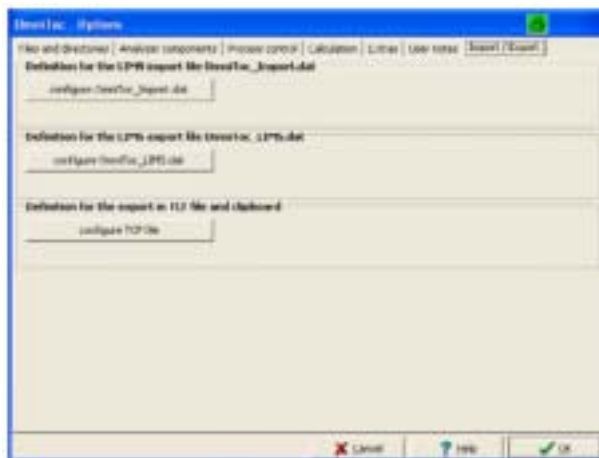

图69 Options (选项) ——Import/Export (导入/输出) 选项卡
Import/Export (导入/输出) 选项卡 (图69和5.13.2)
1. 选择**Configuration>Options** (配置>选项)，在**Options (选项)**窗口选择**Import/Export** (导入/输出) 选项卡 (图69)